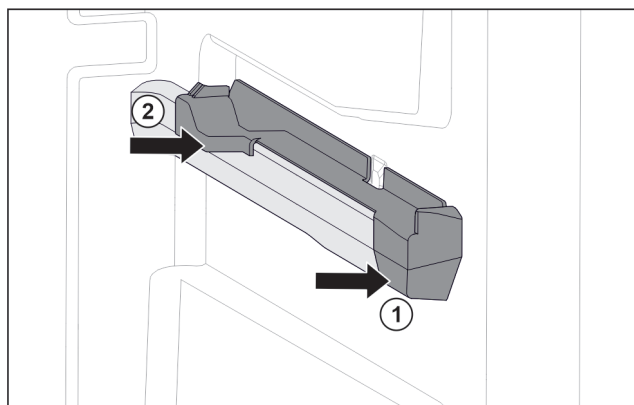

Fig. 42 Вставная часть на правом контейнерном ребре
- Наденьте вставную часть спереди на контейнерное ребро. Fig. 42 (1)
- Нажмите на вставную часть сзади. Fig. 42 (2)